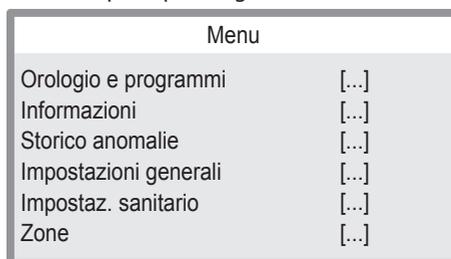

Figura 2.33
- Premere il tasto 15 (Figura 2.32) per accedere al menu principale (Figura 2.33).